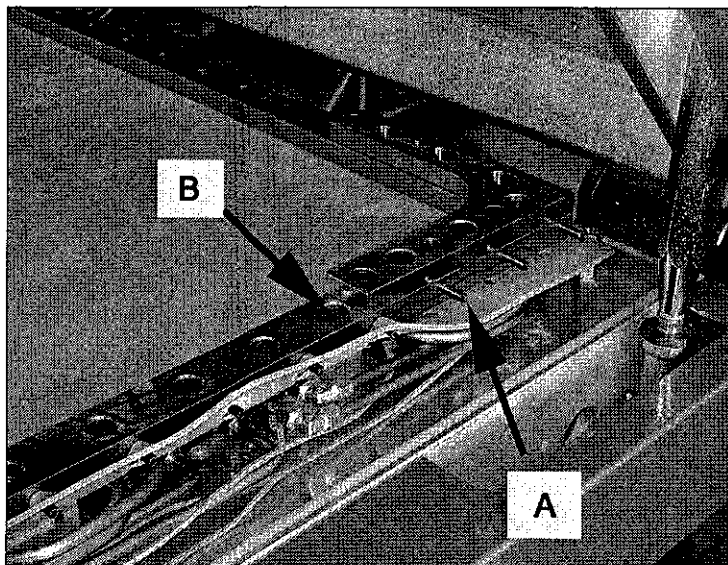

Fig 7/4
- 2) Agganciare i fori della membrana nei perni A di fig. 7/5 per tutto il perimetro della cornice precedentemente tolta (B di fig. 7/4)